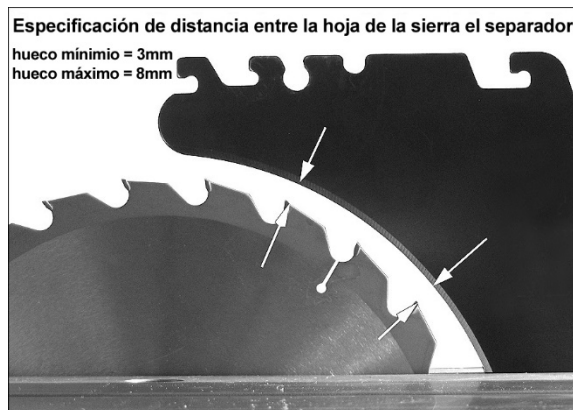

Figura 8-9
El hueco entre la hoja de la sierra y el separador debe estar comprendido entre 3 y 8 mm (0.12 y 0.32 pulg). Vea la Figura 8-9.
9. Apriete los tornillos (C).
10. Reinserte el separador; enganche la palanca (A) y compruebe que el hueco entre la hoja de la sierra y el separador esté comprendido entre 3-8 mm (Figura 8-9).